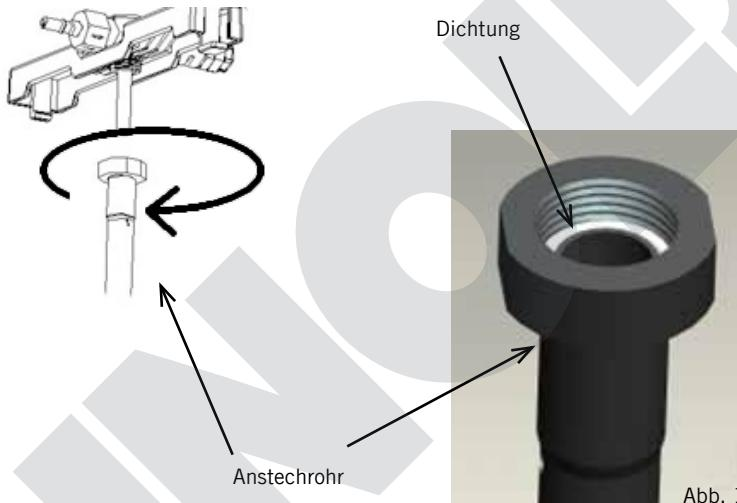

Abb. 16
13. Setzen Sie die neue Rohrdichtung ein und drehen Sie das Anstechrohr wieder fest (Abb. 16), so dass keine Flüssigkeit austreten kann.